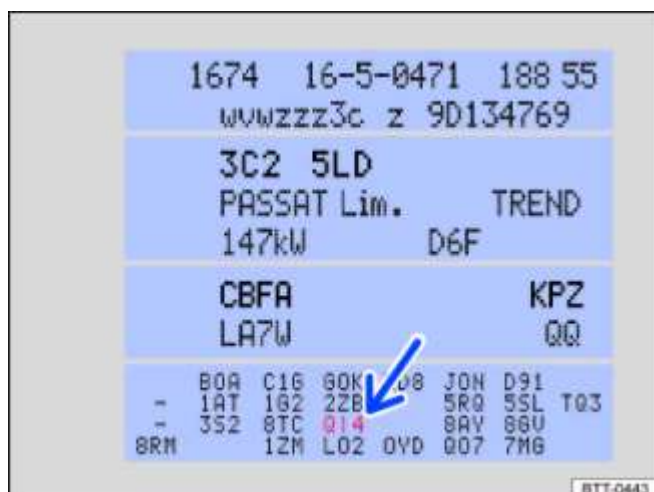

Fig. 215 Étiquette d'identification du véhicule avec numéro PR de l'entretien correspondant (schéma de principe)
- En se référant au numéro PR indiqué sur l'étiquette d'identification du véhicule → Fig. 215 (flèche) Caractéristiques techniques.